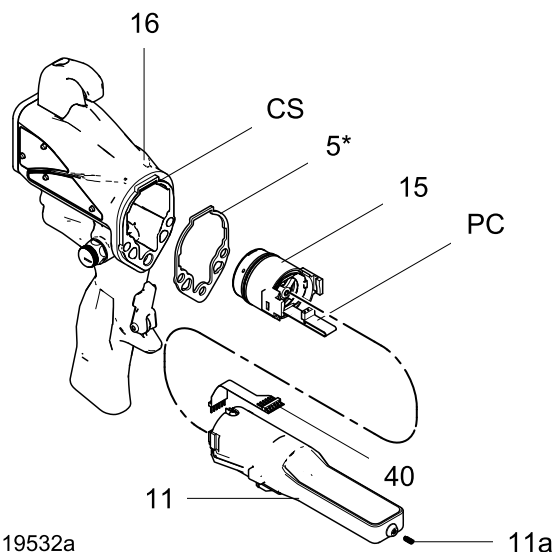
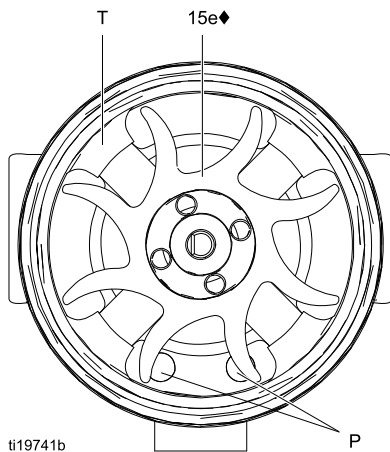

Figure 34 Блок питания
Figure 35 Ориентация вентилятора
7. На рабочем месте установите блок катушки (15a) таким образом, чтобы сторона вентилятора была направлена вверх. С помощью отвертки с широким лезвием подденьте и снимите вентилятор (15e) с вала (S).
10. Установите новый нижний подшипник (15b1◆) на длинный торец вала (S). Более плоская сторона подшипника должна быть направлена в сторону от магнита (M). Установите катушку (15a) таким образом, чтобы пластины подшипника находились на одном уровне с поверхностью катушки.
12. На рабочем месте установите блок катушки (15a) таким образом, чтобы сторона вентилятора была направлена вверх. Насадите вентилятор (15e♦) на длинный торец вала (S). Направление лопастей вентилятора должно соответствовать рисунку.
13. Аккуратно вставьте блок катушки (15a) в переднюю часть корпуса (15d♦). Трехпроводной разъем (PC) должен располагаться ниже более широкой насечки (W) планок крепления в корпусе, как показано на рис. 35. Убедитесь в том, что установочные штифты катушки (P) расположены согласно рис. 34.
14. Поверните вентилятор (15e) таким образом, чтобы его лопасти не закрывали четыре планки крепления подшипника (T) с задней стороны корпуса. Убедитесь в том, что пластины нижнего подшипника (15b1♦) находятся на одном уровне с планками крепления.